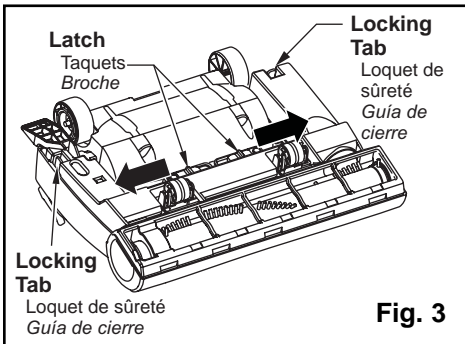

Fig. 3
- **Rotate lower plate until locking tabs snap into place then push the two (2) latches outward. (Fig. 3)**
- Tourner la plaque inférieure jusqu'à ce que les loquets s'enclenchent, puis pousser les deux (2) taquets vers l'extérieur (Fig. 3).
- *Apriete la placa inferior hasta que las lengüetas de cierre estén bien instaladas y luego empuje hacia afuera los dos (2) pestillos (Fig 3).*